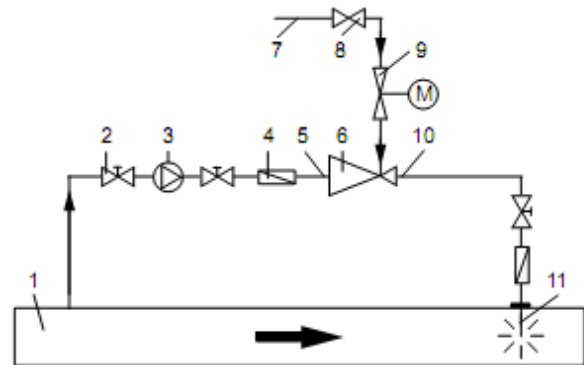

Рис.3 Схема системы
В случае утечки воды между насосом рабочей воды (3) и узлом впрыска (11) см. Рис.3, схема системы: имеется утечка в трубопроводе.